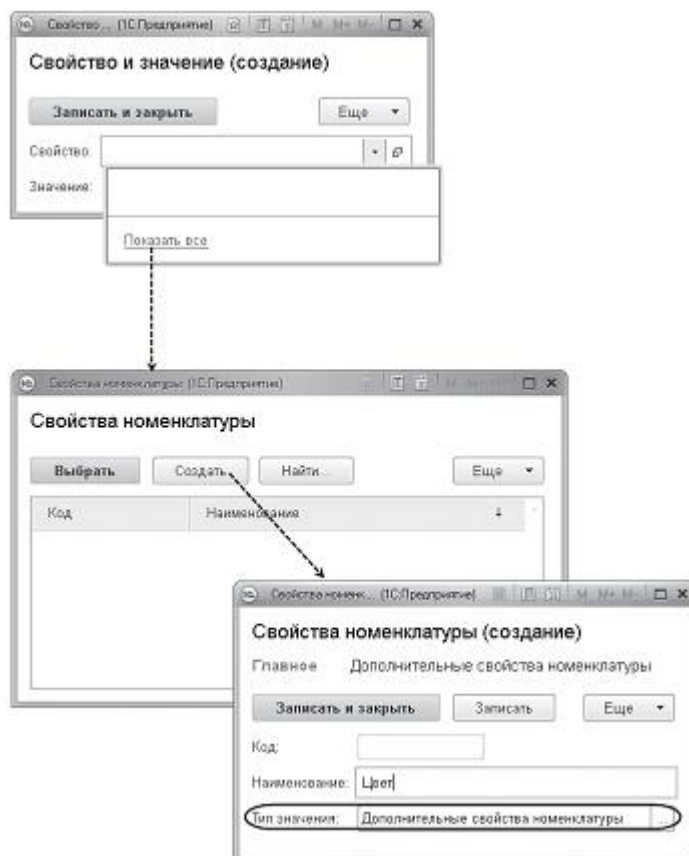
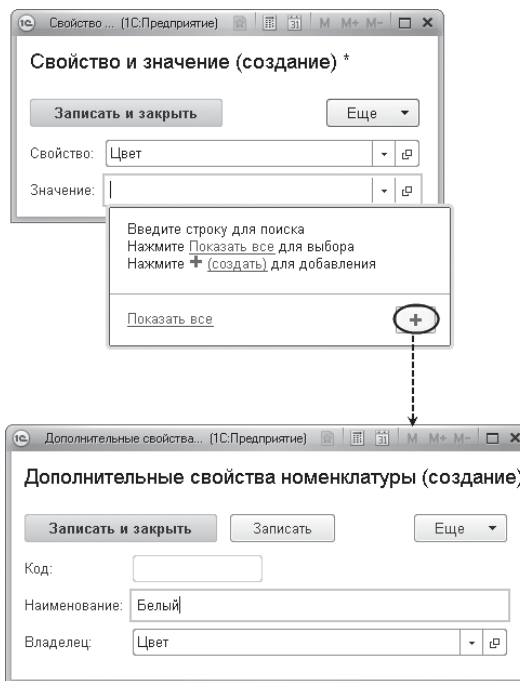

Рисунок 22.29 - Создание вида характеристики в плане видов характеристик
Рисунок 22.30 - Создание дополнительных свойств номенклатуры
характеристики оставим по умолчанию – **Дополнительные свойства номенклатуры** (рисунок 22.29).
Обратите внимание, что в форме элемента плана видов характеристик (см. рисунок 22.29) и в форме элемента справочника дополнительных характеристик номенклатуры (см. рисунок 22.30) также есть лишнее поле **Код**. Кроме того, заголовок этих форм желательно задать в единственном числе.
3.15 В открывшемся окне формы элемента дополнительных свойств номенклатуры введем тип значения «Белый», в поле **Владелец** оставим имеющееся значение – **Цвет** (рисунок 22.30).